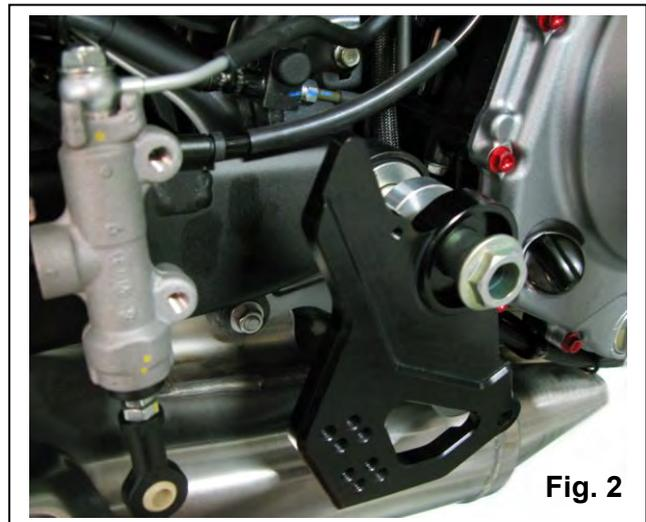

Fig. 2
2. Rimontare il perno forcellone posizionando la piastra di regolazione della pedana ed il relativo distanziale in dotazione. (Fig. 2)
Fit the swingarm pin with the adjustment plate and the corresponding spacer provided. (Fig. 2)